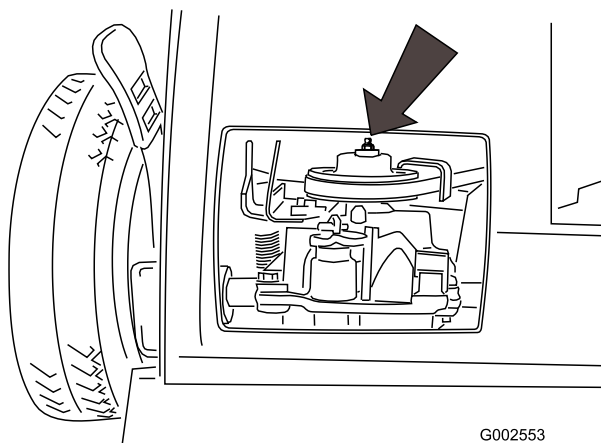

Figura 22
2. Conecte una pistola de engrasar en el punto de engrase a través del hueco de la cubierta de la correa (Figura 22).